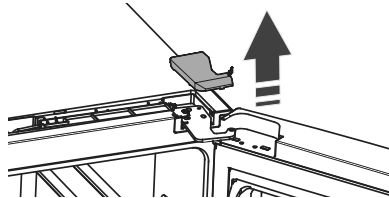

Figura 2
- 3 Retire la cubierta de bisagra superior (ver Figura 2).